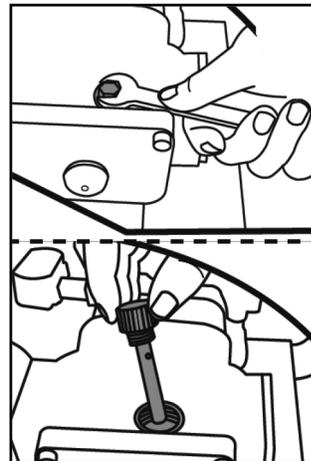

Рис. 10
7. Проверьте уровень масла в помпе (рис. 10). Для этого открутите пробку с щупом и, ориентируясь по меткам на щупе, определите уровень масла. При необходимости, долейте масло до необходимого уровня (См. пункт 8 «Замена масла в помпе»)